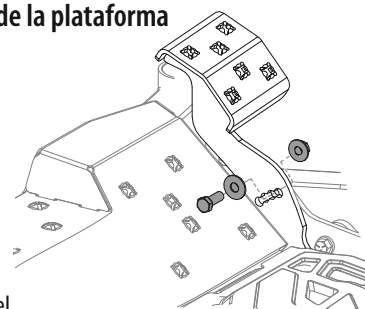

Figura 40
- Retire el perno hexagonal, la arandela y la tuerca hexagonal cerca del centro del conjunto del pedal. Vea la Figura 40.
- Vuelva a instalar el hardware que retiró anteriormente y apriete la tuerca a 28-35 pies-libras (38-47 N-m). Vea la Figura 40.